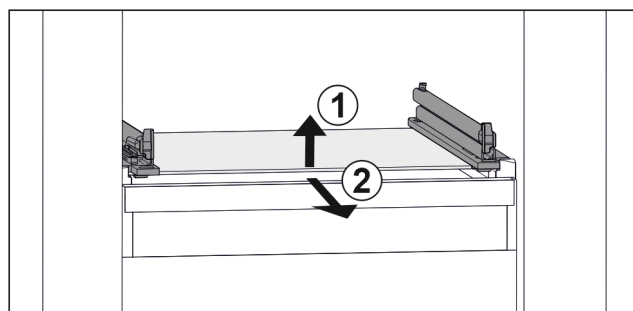

Fig. 37 Примерное отображение стеклянной пластины
- ▶ Приподнимите стеклянную пластину спереди. Fig. 37 (1)
- ▶ Извлеките стеклянную пластину движением вперед. Fig. 37 (2)